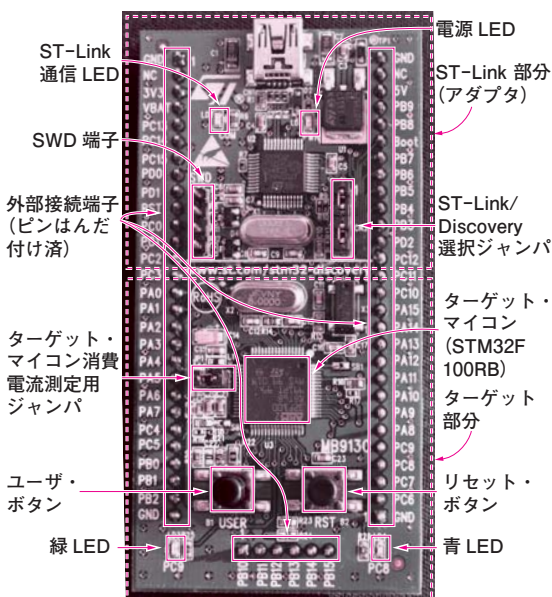

図1 STM32 Value line Discovery に同梱されている基板の外観
- ARMマイコンが搭載された基板(図1)
マイコン基板(図1)は、
- アダプタ部(ST-Link): 書き込み&デバッグ基板(図1の上の部分)
- ターゲット部: 開発するターゲット・マイコン基板(図1の下の部分)